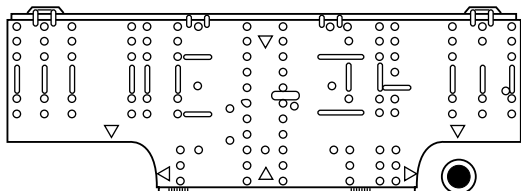

Abb. 3-19
- (1) Die Rückwand mit den 10 mitgelieferten Schrauben an der Wand befestigen. (Abb. 3-19)